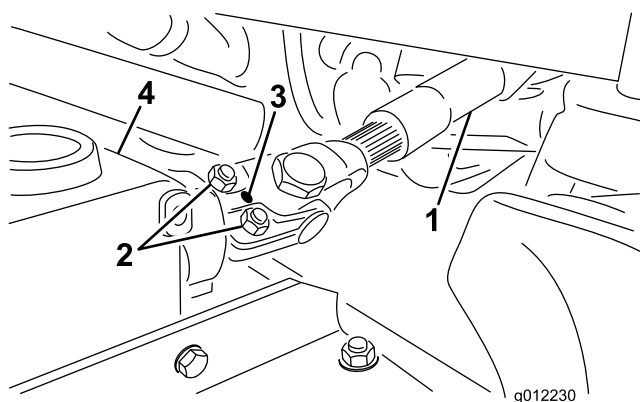

Figure 4
- A. Déposez la goupille cylindrique de la chape d'extrémité et de l'arbre du boîtier d'engrenages (Figure 4).
- B. Desserrez les (2) vis et contre-écrous (Figure 4).
- C. Fixez la chape d'extrémité de l'arbre d'entraînement de PDF sur l'arbre du boîtier d'engrenages avec la goupille cylindrique (Figure 4).
- D. Serrez les contre-écrous pour fixer la chape d'extrémité sur l'arbre du boîtier d'engrenages (Figure 4). Serrez les contre-écrous à un couple de 20 à 25 Nm.